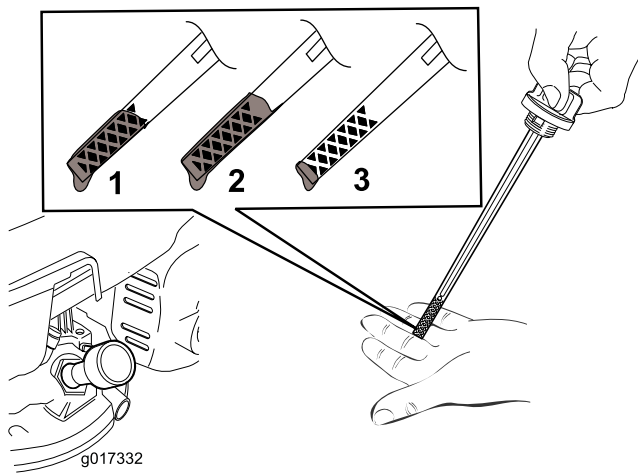

Bild 11
5. Siehe Bild 11, wie Sie den richtigen Ölstand am Peilstab ablesen.
Hinweis: Füllen Sie das Motorkurbelgehäuse mit Öl, bis der Peilstab angibt, dass der Ölstand richtig ist, wie in Bild 11 dargestellt. Wenn Sie zu viel Öl in den Motor füllen, lassen Sie etwas Öl ab, siehe „Wechseln des Motoröls“.